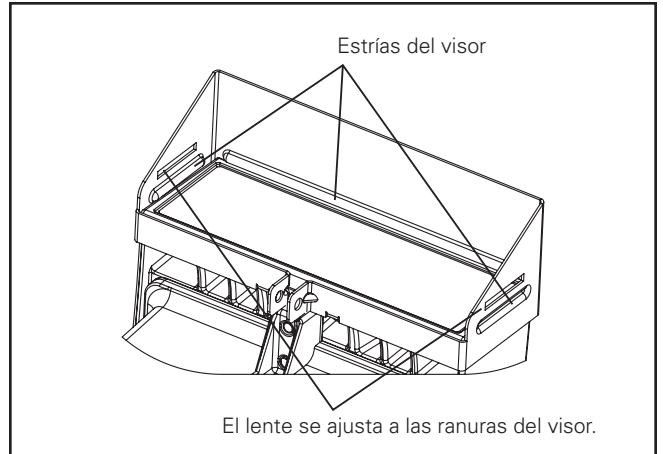
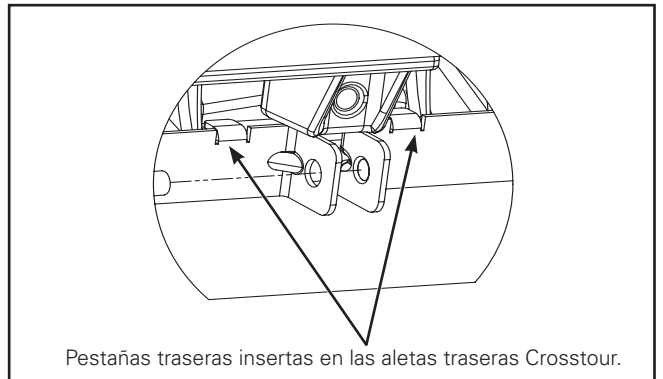
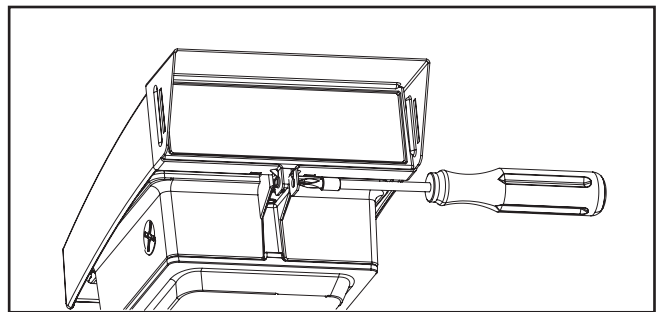

Figura 6.
Figura 7.
Figura 8.
- A. Para la instalación del visor solamente. Seleccione el tamaño de lente correcto (Pequeño: modelos de 7W, 18W, 26W. Grande: modelo de 38W). Retire la película protectora del lente protector contra impactos. Inserte el lente en las ranuras correspondientes del visor flexionando este último. (Figura 6.)
- B. Para unir el visor, seleccione el tamaño correcto. Deslice el visor por el alojamiento frontal Crosstour. Las estrías del visor deberían estar apoyadas sobre la superficie inferior de la luminaria Crosstour (Figura 6). Coloque las pestañas traseras del visor en la cavidad para aletas Crosstour (Figura 7). Inserte el tornillo autorroscante 8-32 x 3/4" de largo en el orificio del tornillo del visor y ajústelo hasta que el visor esté firme. Ajuste/gire hasta 20-25 in-lb. (Figura 8.)